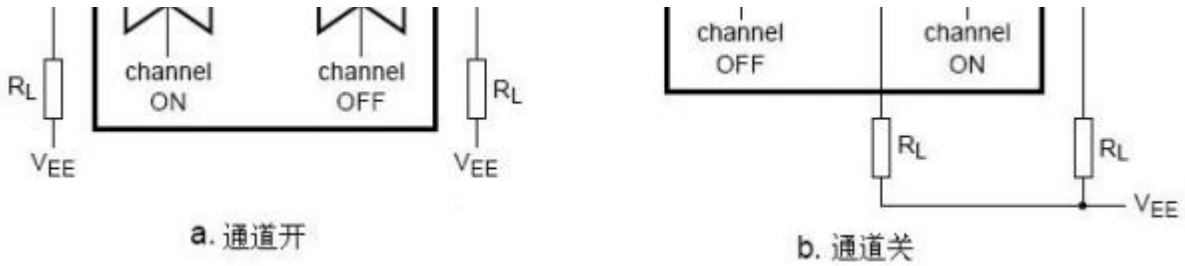

图 9、通道间串扰测试图
- 1、 $R_L = 1\text{ k}\Omega$; $20\log V_{os}/V_{is} = -50\text{dB}$, 见图9